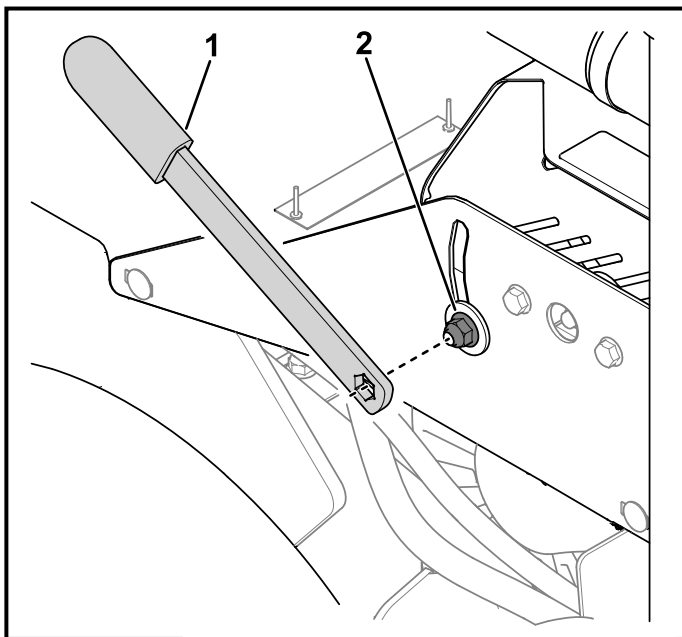

Figura 38
- B. Utilice la palanca del tubo del manual del operador para aflojar la tuerca del bastidor de la plataforma (Figura 38).